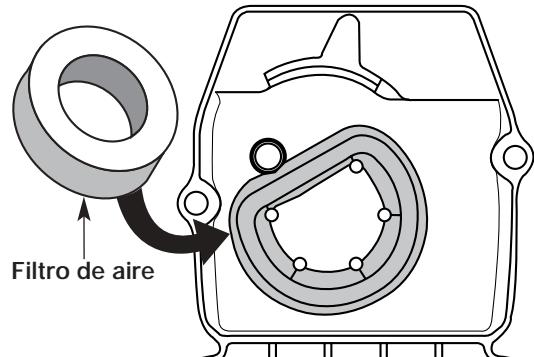

Fig. 22
- Retire el filtro de aire de atrás del cárter de filtro de aire/tubo de escape (Fig. 22).
- Vuelva a colocar el filtro de aire en el cárter del filtro de aire/tubo de escape (Fig. 22).